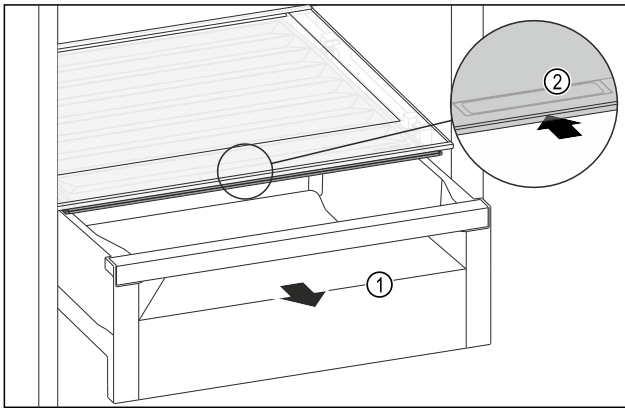

Fig. 189
- Schubfach Fig. 189 (1) herausziehen.
- Griffmulde Fig. 189 (2) am Fachdeckel anfassen und Fachdeckel gleichzeitig nach hinten schieben.